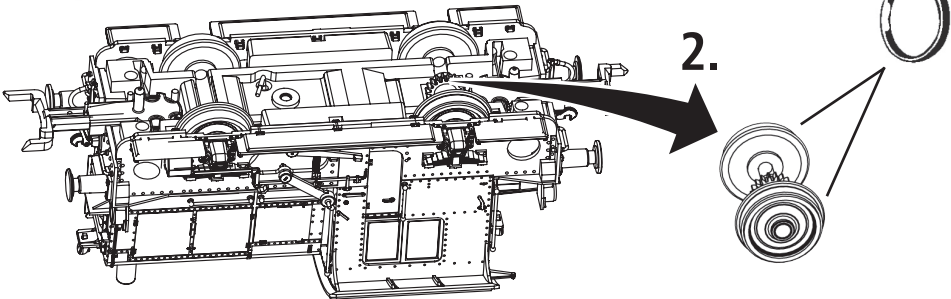

Fig. 8
3. Haftreifenwechsel: Zuerst den Getriebedeckel abnehmen (Fig. 7). Danach den **Radsatz** herausnehmen und die **Haftreifen** mit einer Nadel od. mit einem feinen Schraubendreher abziehen (Fig. 8). Beim Aufziehen der neuen Haftreifen darauf achten, dass diese sich nicht verdrehen.
3. Change of traction tyre: Remove the gear cover (fig. 7). Take out **wheel set** and remove **traction tyre** using a pin or a fine screwdriver (fig. 8). When pressing on the new traction tyre please **avoid twisting it**.
Démontez d'abord **le couvercle du carter des engrenages** des engrenages (fig. 7). Délogez ensuite les essieux bandagés et enlevez, à l'aide d'une aiguille ou d'un tournevis fin, les bandages d'adhérence (fig. 8). Lors du montage des nouveaux bandages veuillez veiller à ce que les bandages **ne soient pas tordus**.